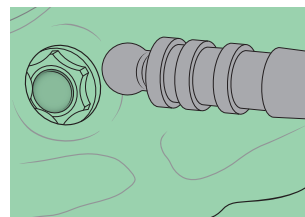

Fig. 7
8. (Fig. 7): Nach dem Aushärten (Herstellerangaben beachten!) wird der Abdrucklöffel aus dem Munde entfernt und der **Dal-Ro Laboranalog** in den abgeformten Kugelpfosten gesteckt und auf **korrekten** Sitz überprüft.